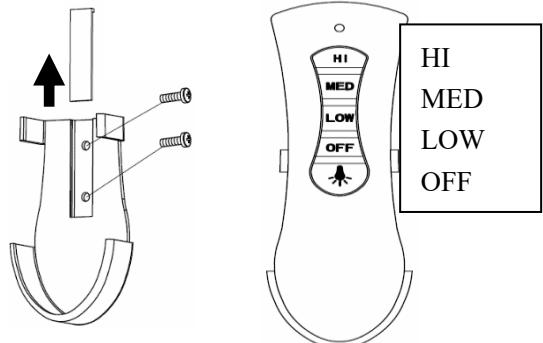

Fig. 13a
- Rimuovere la copertura delle viti e installare il supporto alla parete usando le 2 viti, quindi reinstallare la copertura delle viti (Fig.13a).